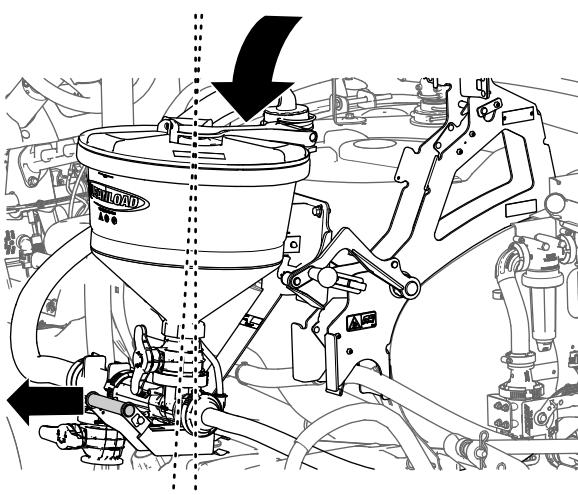

図 35
4. エダクタのハンドルを少しづつ外側へ引きながらエダクタを完全に降ろす 図 35。
- エダクタのハンドルを少しづつ外側へ引きながらエダクタを持ち上げる 図 35。